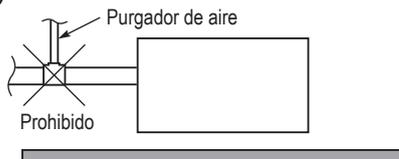

Fig. 7-10
- No instalar un purgador de aire, ya que esto podría hacer que el agua saliese pulverizada del tubo de drenaje. (Fig. 7-10)